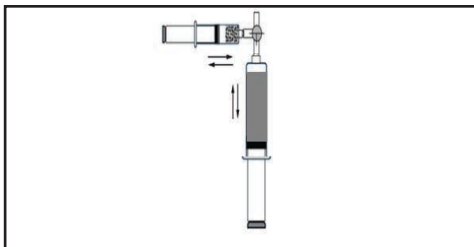

Figure 9.
- 2.3 Pousser doucement une partie de la solution médicamenteuse dans la seringue de microsphères. Avec la solution médicament-microsphères, continuez de faire des allers-retours lents entre les deux seringues, afin que les microsphères soient bien suspendues. Pousser la totalité de la solution médicament-microsphères dans la seringue de 60 ml (Figure 9).